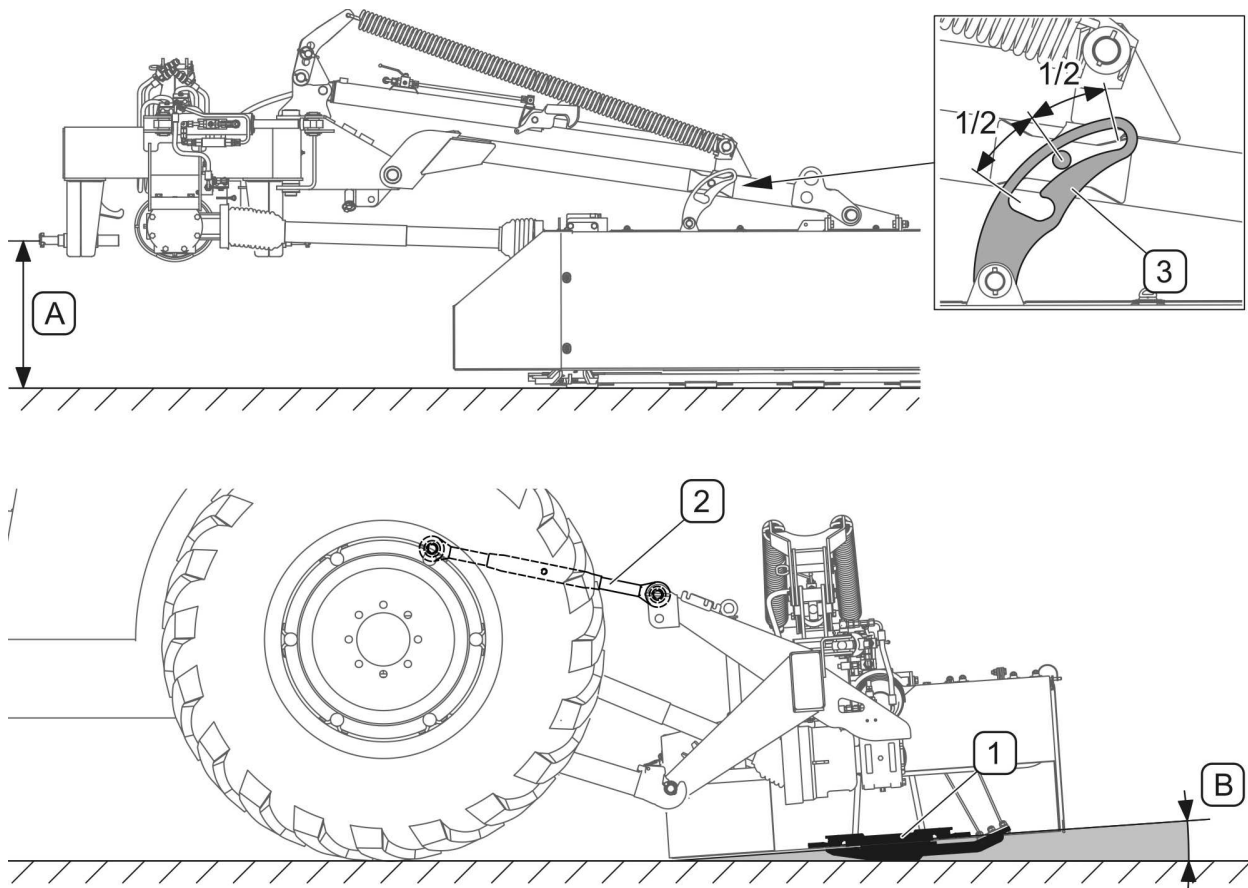

BILD 4.7A Einstellung der Mähhöhe
(1)- Verriegelungsventil des Zylinders zum Kippen; (2)- Verriegelungsventil des Zylinders vom Tragarm; (3)- Seil der Zylinderklinke; (4)- Zylinderklinke
- Zylinderklinke (4) durch Anspannen des Seils (3) entriegeln und durch Steuern des Hydraulikkreises vom Schlepper den Tragarm zusammen mit Schneidegruppe so absenken, dass Mähmesser frei an Boden stützt, den Hydraulikkreis des Schleppers in „Schwimmlage“ umstellen,
- die Dreipunktaufhängung des Schleppers auf Höhe von A= 400 mm (BILD 4.7A) so anheben, dass der Bolzen sich ungefähr in der Mitte der Zacke von Verriegelungsklinke (3) befindet.
(1)- Mähmesser; (2)- oberer Verbinder; (3)- Klinke; (A)- Abstand der unteren Zugstangen vom Boden, 400mm; (B)- Neigungswinkel des Mähmessers $4^{\circ} \pm 5^{\circ}$
Nach dem Ausführen oben erwähnter Tätigkeiten ist die Länge des oberen Verbinders (2) so einzustellen, dass Neigungswinkel (A) des Mähmessers (1) bezüglich des Bodens von 4° bis 5° (BILD 4.7A) beträgt. Vergrößerung der Mähhöhe wird durch Verlängerung des oberen Verbinders (2) erreicht, dagegen Verringerung der Mähhöhe- durch Verkürzung des Verbinders